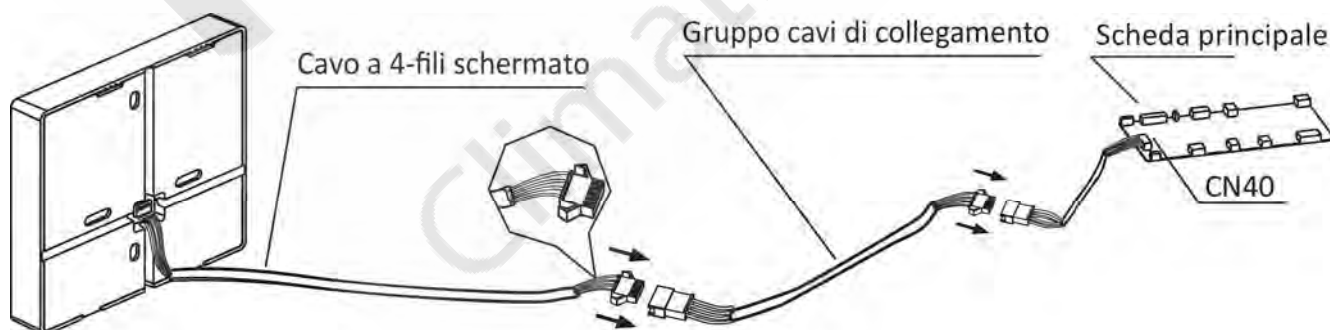

Fig.3-3
- Collegare il giunto femmina del collegamento dalla scheda madre con il giunto maschio del gruppo cavi di collegamento. (Vedi Fig.3-3)
- Collegare l'altro lato del gruppo cavi di collegamento con il giunto maschio del gruppo di fili che conduce al comando remoto a parete. (Vedi Fig.3-3)